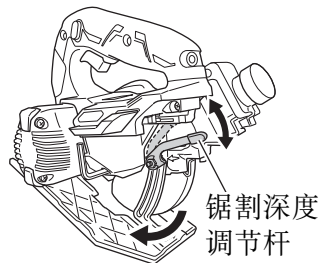

图 15
- (1) 把锯割量调至最小，并将电圆锯按图 15 所示放置。